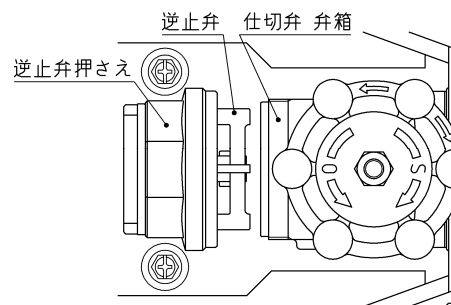

図 12
- ① 工具で逆止弁押さえを外してください。逆止弁押さえを外すと逆止弁も外れます(図 12)